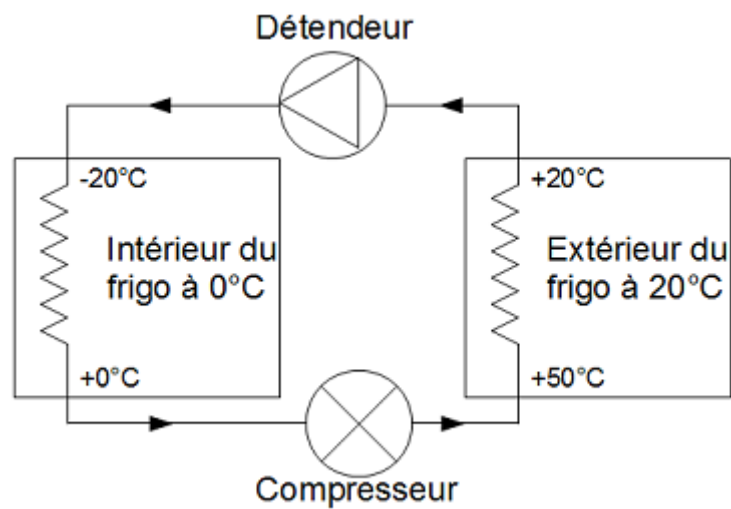

FIGURE 5.1 – Fonctionnement de la machine thermique "Frigo"
**Principe de fonctionnement d'un frigo** (Voir *Figure 5.1*)